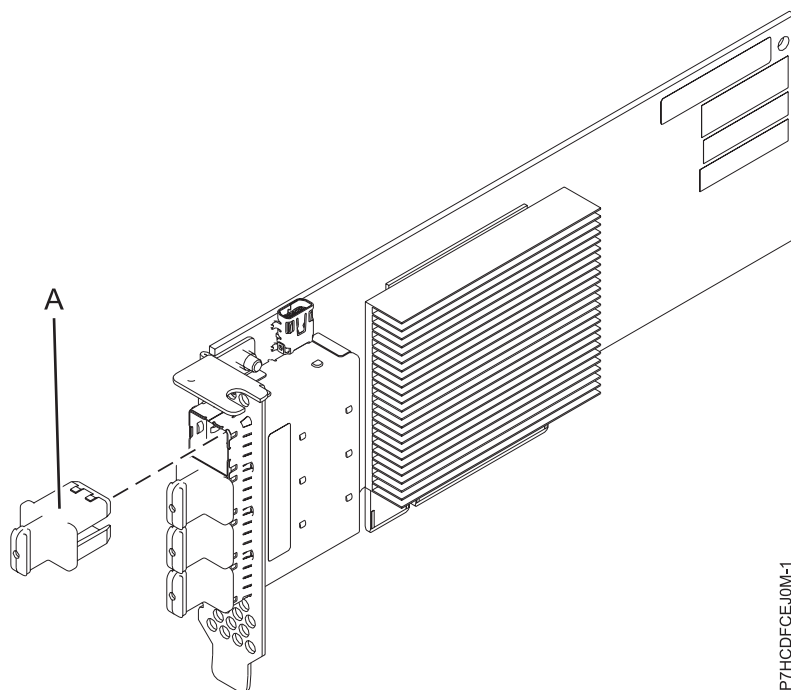

Figura 16. Adaptador PCIe3 LP de 4 puertos x8 SAS
mediante cuatro conectores mini-SAS de alta densidad (HD) x4 que permiten utilizar enlaces físicos en diversas configuraciones de puerto estrecho y ancho. La conexión de cinta SAS sólo está soportada en una configuración de un solo adaptador y no puede combinarse con discos SAS en el mismo adaptador. El adaptador no tiene memoria caché de escritura. La Figura 16 muestra el adaptador PCIe3 LP de 4 puertos x8 SAS.
La Figura 16 muestra el adaptador. El conector (A) está instalado en un puerto vacío y evita daños en dicho puerto cuando se conecta o retira un cable de los conectores de puerto adyacentes.